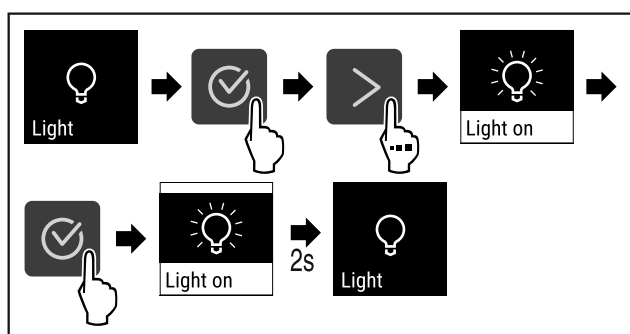

Fig. 69
- ▷ Handlungsschritte (siehe Fig. 69) durchführen.